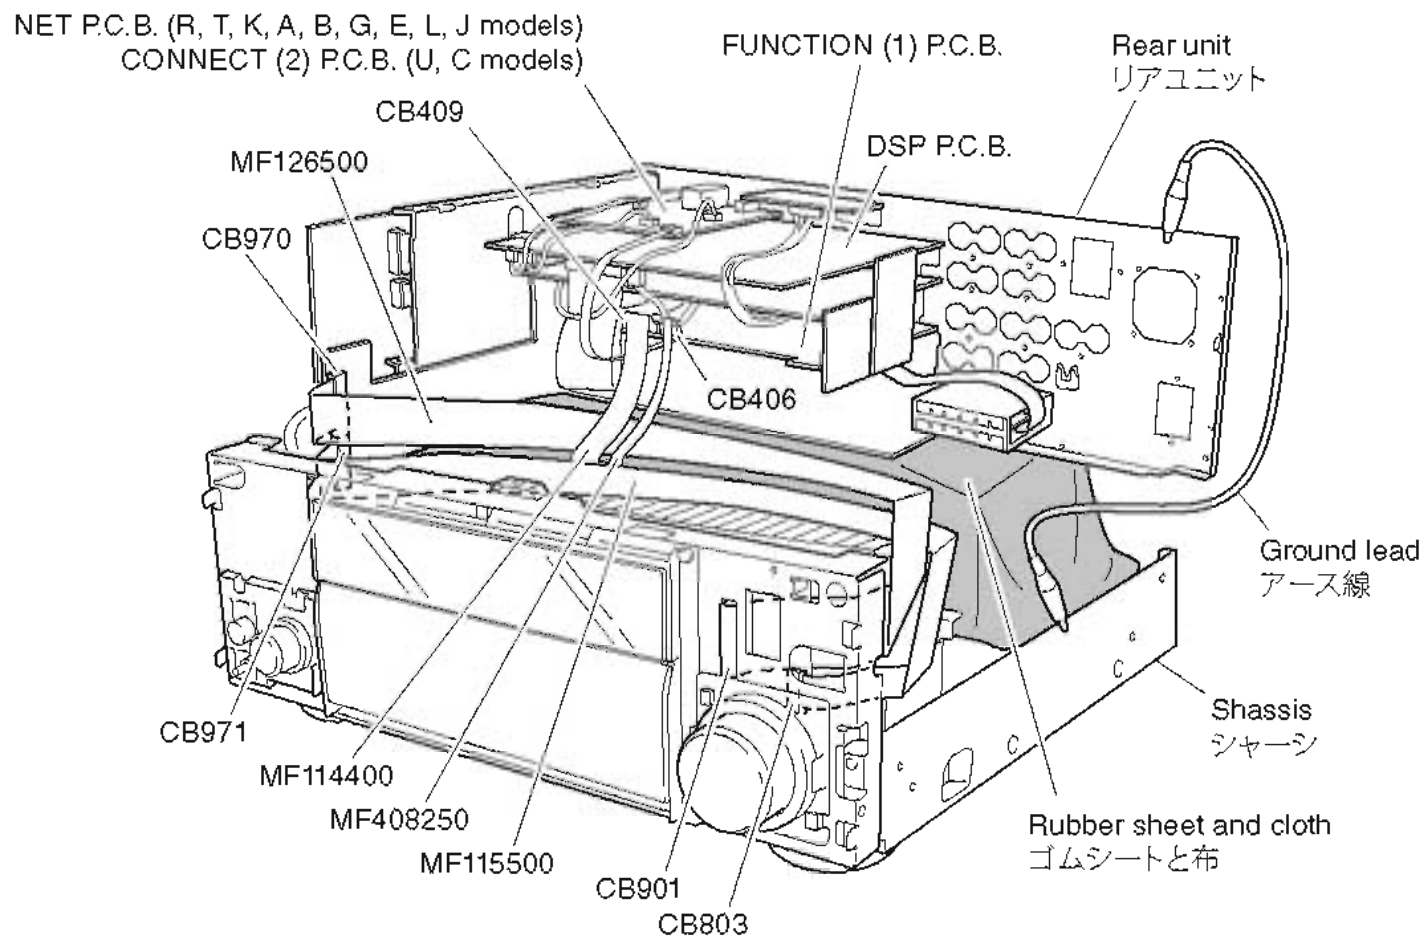

Fig. 9
- Put the rubber sheet and the cloth over this unit. Then place the rear unit upside down on the cloth and check it. (Fig. 9)
- Connect the ground point of the rear unit to the chassis with a ground lead or the like. (Fig. 9)
- 本機の上にゴムシートと布を敷き、その上にリアユニットを裏返しに置いてチェックします。(Fig. 9)
- リアユニットのアースをアース線等でシャーシに接続してください。(Fig. 9)